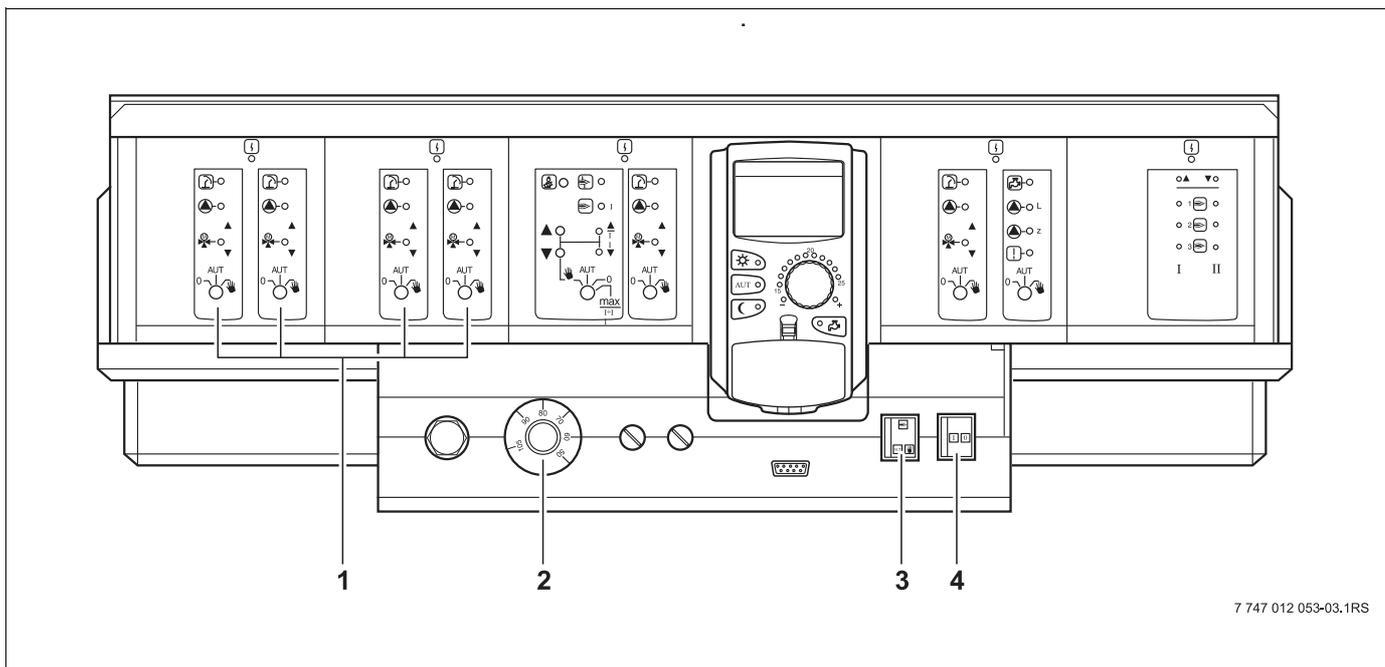

Рис. 26 Ручной режим отопления
- Чтобы обеспечить теплоснабжение при неисправности, нужно установить переключатели на модулях (→ рис. 26) в положение .
- Установите регулятор температуры котловой воды (→ рис. 26) на 60 °C – 90 °C, при прекращении приготовления горячей воды на 60 °C.